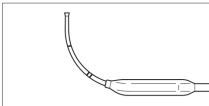

Figura 6: Curvatura frontale
- Seni frontali:** quando si trattano i recessi frontali, si raccomanda un raggio di curvatura grande simile a quello di un localizzatore del seno frontale (Figura 6). Questa è la forma/curvatura fornita nella confezione.